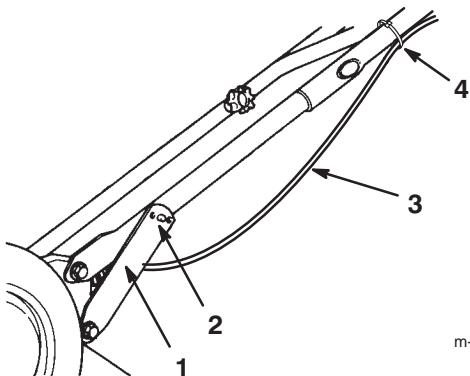

Figure 3
5. Écartez les supports du mancheron légèrement vers l'extérieur pour qu'ils ne vous gênent pas lorsque vous poussez le mancheron en arrière en position de fonctionnement (Fig. 3).
7. Déplacez les supports vers l'intérieur pendant que vous insérez les goujons du mancheron dans le trou central des supports (Fig. 3).
8. Fixez le câble à la partie supérieure du mancheron à l'aide du serre-câble (Fig. 3).